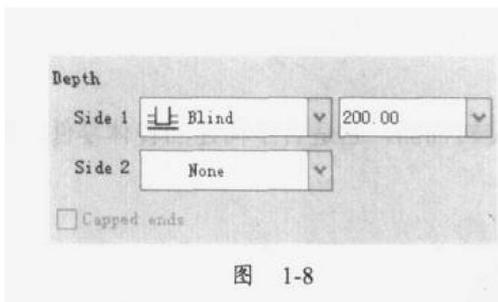

图 1-8
(6) 单击 Options 选项, 在该面板的 Side1 栏中, 选择 Blind 选项, 并输入拉伸值“200”, 如图 1-8 所示。